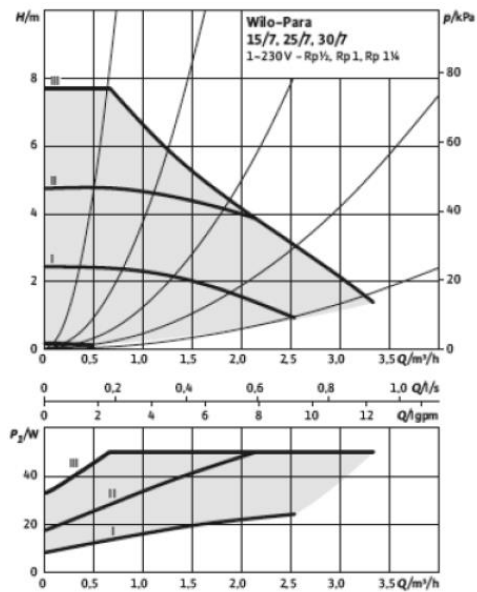

Figura 55 – Desempenho da bomba – Velocidades constantes I, II e III
- Seleção da curva característica (I, II e III - Figura 55) dentro do modo de controlo.